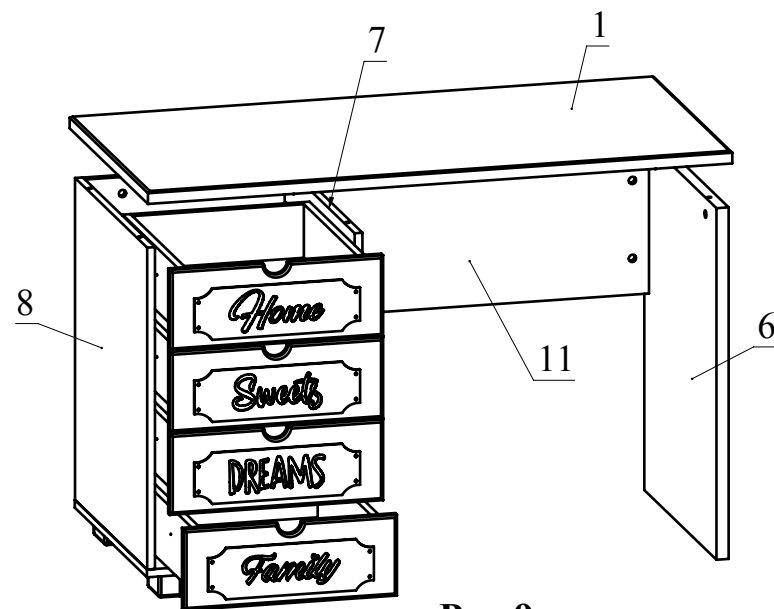

Рис.9
8. Соедините деталь 1 с полученной конструкцией и затяните головки минификсов (Рис. 9).
10. Установите ящики в корпус стола (Рис. 9).